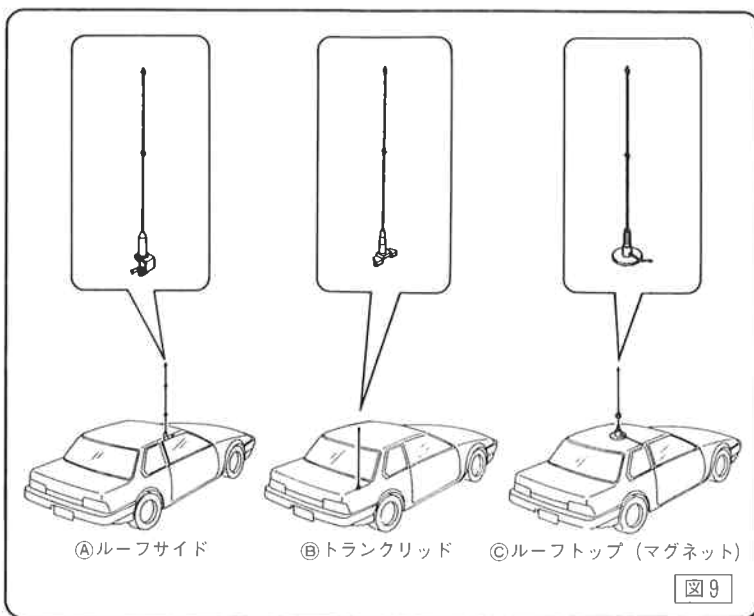
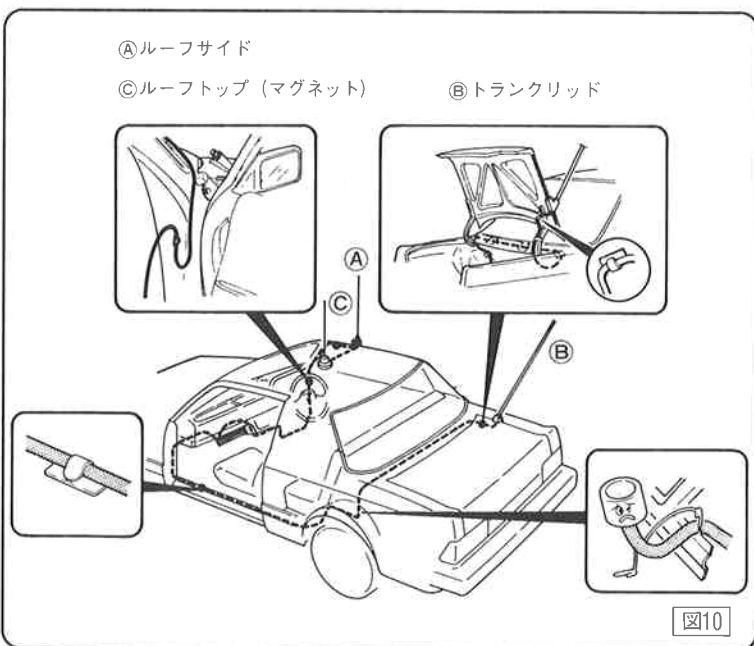

図9
図10
① 車載用アンテナの取付け場所と、取付け場所に合ったアンテナ基台は図9のような種類がありますので、取付けるアンテナおよび車種に合ったアンテナ基台をお選びください。
② アンテナ基台には、同軸ケーブルがついています。この同軸ケーブルは、電波が通る大切なケーブルですのでキズなどつけたり、押しつぶしたりしないよう取扱いには充分気をつけてください。
③ 同軸ケーブルを車内に引込むときは、図10のようにしてください。